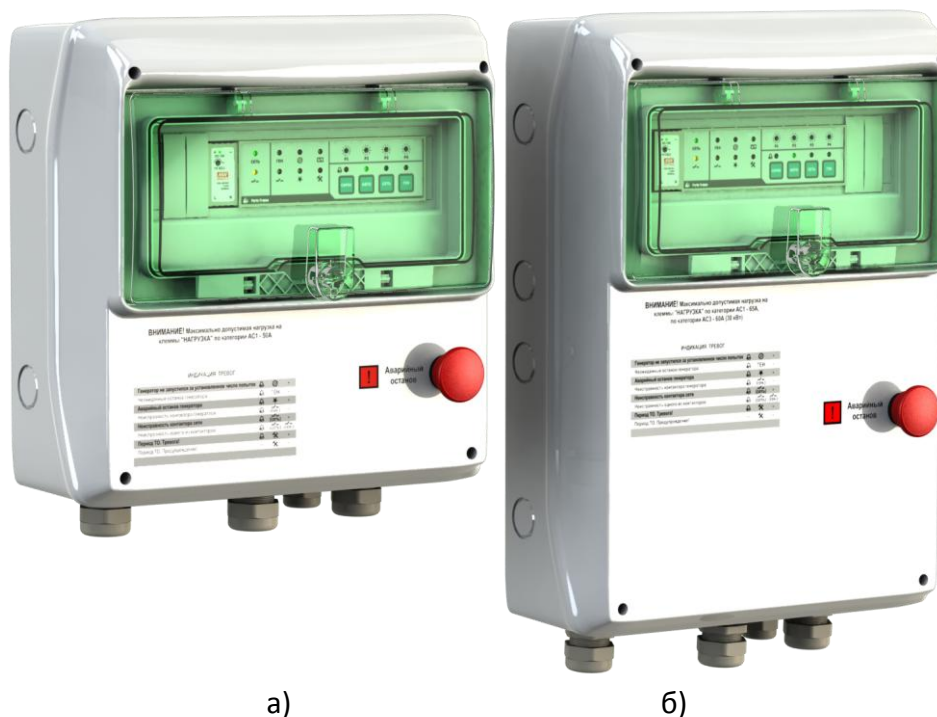

Рис. 5.1. Внешний вид контроллеров АВР К-50 и АВР К-65
5.1.1 Конструктивно устройство выполнено в герметичном пластмассовом корпусе и предназначено для настенного монтажа. На фронтальной стороне под прозрачной герметичной крышкой расположены светодиоды индикации, кнопки управления и переключатели параметров. Также с наружной стороны корпуса расположена кнопка «Аварийный останов». Внешний вид контроллера АВР К-50 представлен на рис. 5.1, а). Внешний вид контроллера АВР К-65 представлен на рис. 5.1, б).
5.4.2 Кнопка «Аварийный останов» (рис. 5.1) обеспечивает экстренный останов генераторной установки на любом этапе запуска, работы или нормального останова.